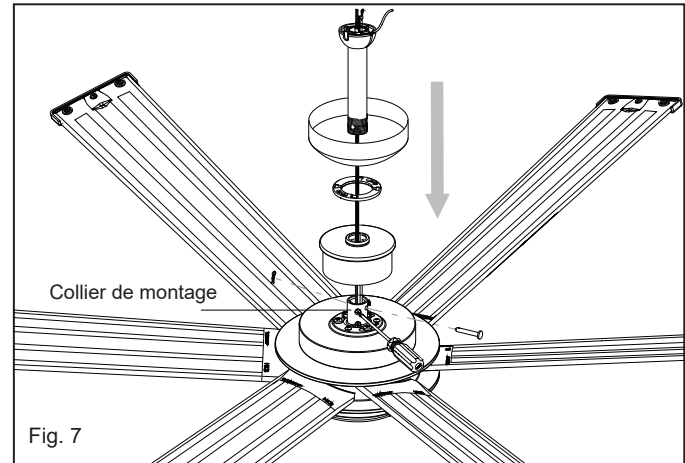

Fig. 7
- 3 Glissez le couvercle de l'étrier, l'anneau de garniture et l'auvent sur la tige de suspension. (Fig.7)